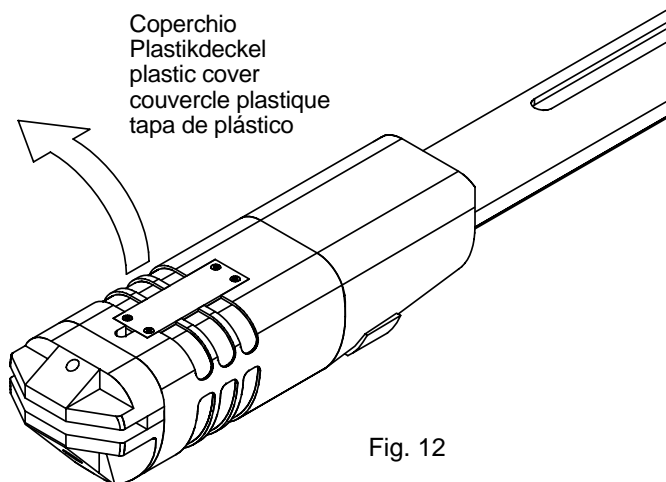

Fig. 12
- ① rimuovere le 4 viti di fissaggio e sollevare il coperchio plastico come in Fig. 12
- ① Die 4 Befestigungsschrauben entfernen und den Plastikdeckel anheben wie in Abb. 12
- ① remove the 4 securing screws and lift the plastic cover as shown in Fig. 12
- ① Enlever les 4 vis de fixation et soulever le couvercle plastique comme sur la Fig. 12
- ① extraer los 4 tornillos de fijación y levantar la tapa de plástico, como se indica en la Fig.12